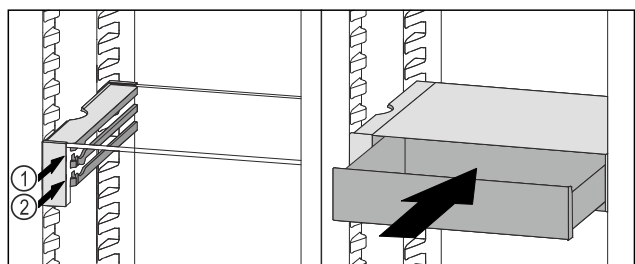

Fig. 114
- ▶ Поставете чекмеджето на VarioSafe зад ограничителите върху желаното ребро *Fig. 114 (1)* или *Fig. 114 (2)*.